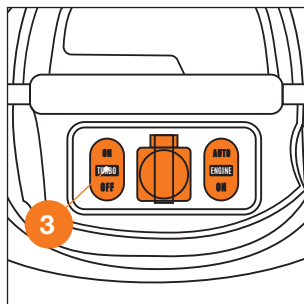

Рис. 14.1
4. Режим турбо включается и выключается переключателем **3** (для **DAVC 6025S**) (Рис. 14.1).